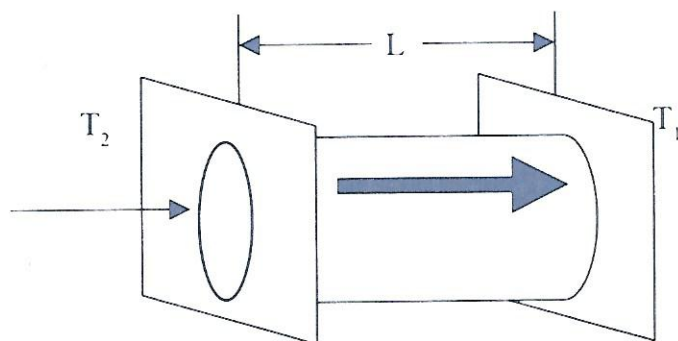

Figura 5.26. Conducción de calor a través de una barra conductora aislada.
3. La rapidez del flujo de calor es inversamente proporcional a la longitud L del material (figura 5.26.).